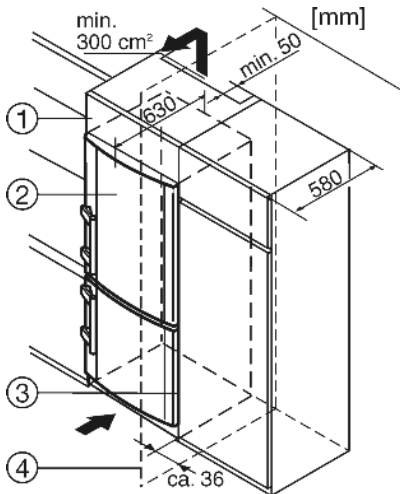

Fig. 8
- (1) Дополнительный шкафчик
(2) Устройство
(3) Кухонный шкаф
(4) Стенка
Устройство может быть окружено предметами кухонной обстановки. Чтобы уравнять устройство Fig. 8 (2) по высоте с кухонной стенкой, можно установить над устройством соответствующий дополнительный шкафчик Fig. 8 (1).
При комбинировании с обычными кухонными шкафами (глубиной макс. 580 мм) устройство можно установить непосредственно рядом с кухонным шкафом Fig. 8 (3). Дверца устройства выступает по сторонам на 34 мм и по центру устройства на 50 мм относительно передней стенки кухонного шкафа. Поэтому ее можно свободно открывать и закрывать. Важно для вентиляции:
Если устройство установлено на шарнирах у стены Fig. 8 (4), то расстояние между устройством и стеной должно быть не менее 36 мм. Настолько выступает ручка при открытой дверце.